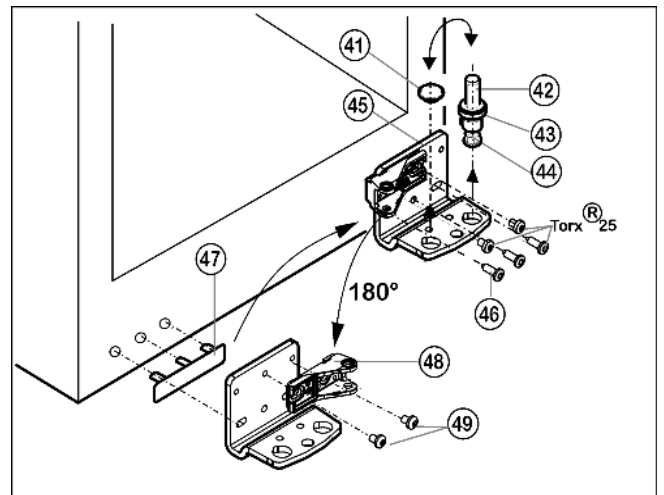

Fig. 12
- ▶ Retirer le pivot Fig. 12 (42) complètement avec le disque Fig. 12 (43) et le pied réglable Fig. 12 (44) par le haut.
- ▶ Enlever le bouchon Fig. 12 (41).
- ▶ Dévisser Fig. 12 (45) le support d'appui Fig. 12 (46).
- ▶ Dévisser l'élément pivotant Fig. 12 (48) et le revisser à fond à l'intérieur tourné de 180°.
- ▶ Soulever le cache côté poignée Fig. 12 (47) avec précaution et le positionner sur le côté opposé.
- ▶ Revisser à fond le support d'appui en bas Fig. 12 (45) sur le nouveau côté charnière (avec un couple de serrage de 4 Nm) avec une visseuse sans fil si nécessaire.
- ▶ Replacer le bouchon Fig. 12 (41) dans l'autre trou.
- ▶ Replacer complètement le pivot Fig. 12 (42) avec le disque et le pied réglable. Faire attention à ce que les ergots d'encliquetage soient tournés vers l'arrière.